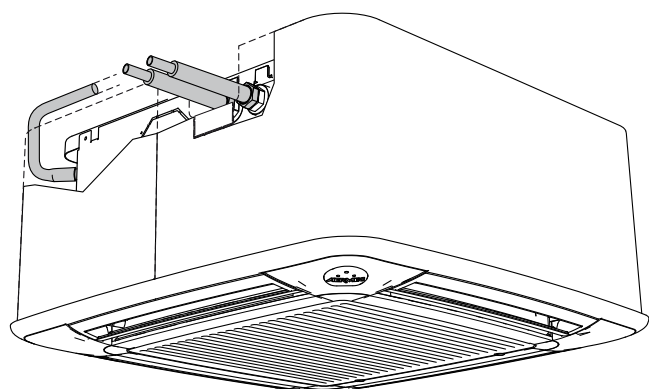

Abb. 4
- Die Löcher der beiden Bügel des Gehäusemantels mit den Löchern der Bügel der Kassetteneinheit zur Deckung bringen und mit 4 Schrauben (mitgeliefert) befestigen (Abb. 4).